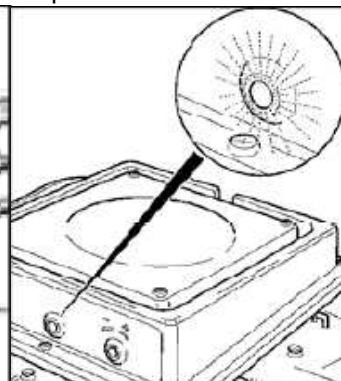

Fig 3
- Si pendant le fonctionnement le voyant vert (voir Fig. 3) reste toujours allumé et la température est insuffisante essayez de la réguler tout en gardant la situation sous contrôle. Si la température dépasse d'une ou deux lignes la ligne rouge et que même au bout d'une dizaine de minutes elle ne semble pas vouloir diminuer et que le voyant vert est éteint, essayez de la réguler, après vous être assurés qu'il n'y a aucun danger. Si ceci n'est pas possible, éteignez la couveuse et contactez votre revendeur.